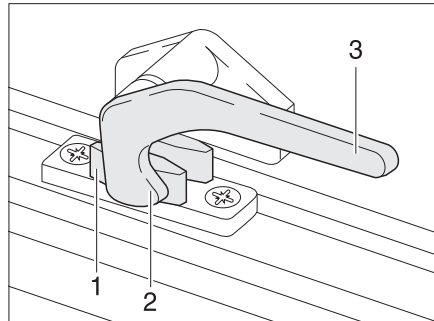
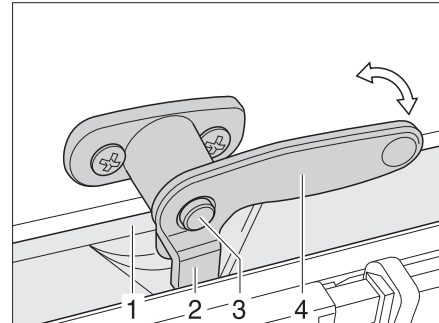

Fig. 65 Leva di serraggio in posizione "chiuso"
Fig. 66 Leva di serraggio con bottone di sicurezza in posizione "chiuso"
- Se presente, premere il bottone di sicurezza (Fig. 66,3) e mantenerlo premuto.
- Ruotare la leva di serraggio (Fig. 65,3 o Fig. 66,4) di un quarto di giro verso il centro della finestra.
- Ruotare la leva di serraggio (Fig. 65,3 o Fig. 66,4) di un quarto di giro verso il telaio della finestra. Il nasello di chiusura (Fig. 65,2 o Fig. 66,2) si trova sul lato interno della chiusura della finestra (Fig. 65,1 o Fig. 66,1).
- In posizione "Completamente chiusa" (Fig. 65)